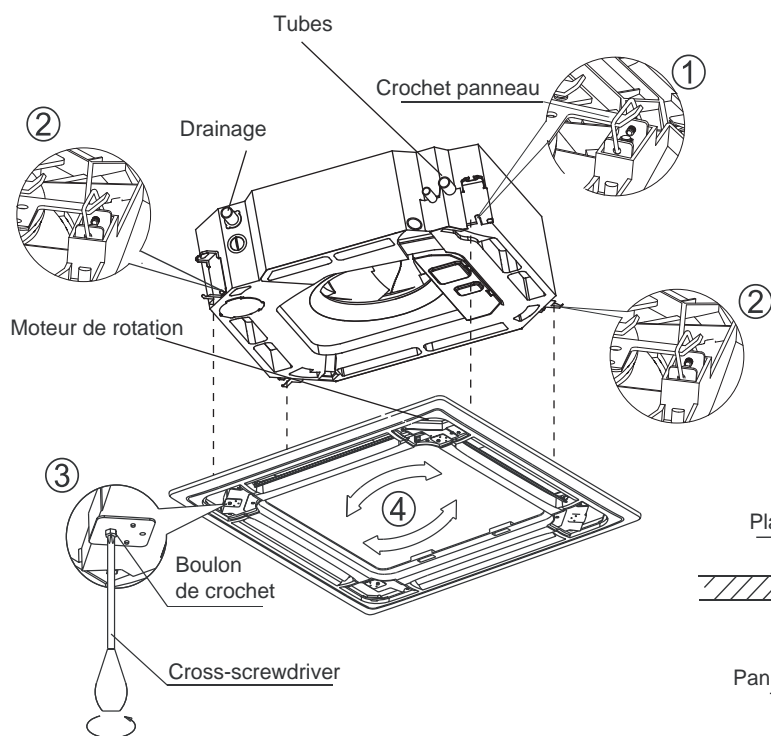

Fig.26
1. Alignez correctement le moteur de rotation sur le panneau aux joints des tubes du corps. (fig.26)